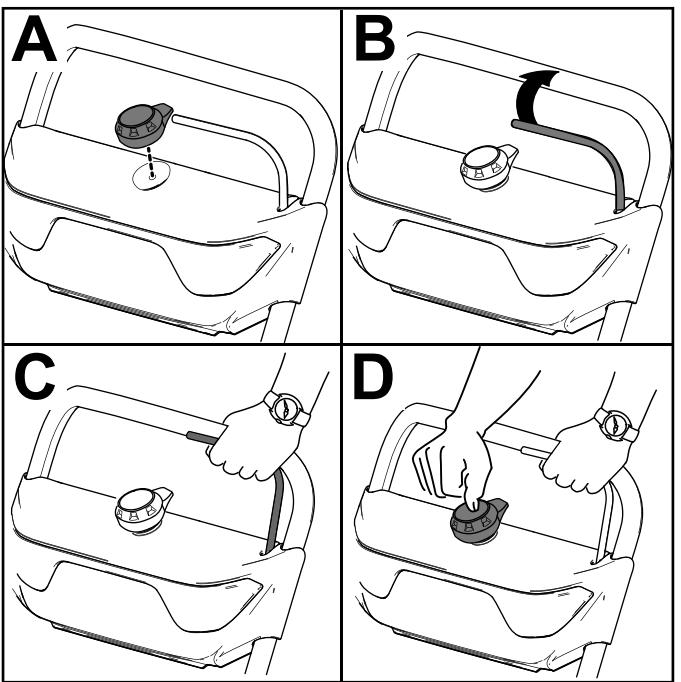

Figura 8
2. Inserte el botón de arranque eléctrico en el arrancador eléctrico (Figura 8, A).
3. Apriete la barra y sujetela contra el manillar (Figura 8, B y C).
4. Pulse el botón de arranque eléctrico hasta que el motor arranque (Figura 8, D).